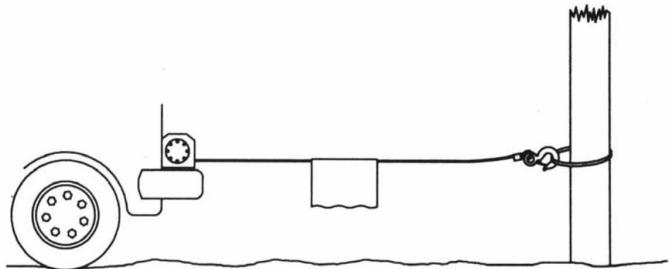

Abbildung 14
2. Wenn Sie eine Last ziehen, legen Sie eine Decke, Jacke oder Plane über das Drahtseil in der Nähe des Hakenendes (siehe Abb. 14). Dadurch wird das Zurückschnellen eines gerissenen Drahtseils verlangsamt und schwere Verletzungen vermieden. Heben Sie die Motorhaube an, um die Windschutzscheibe zu schützen.